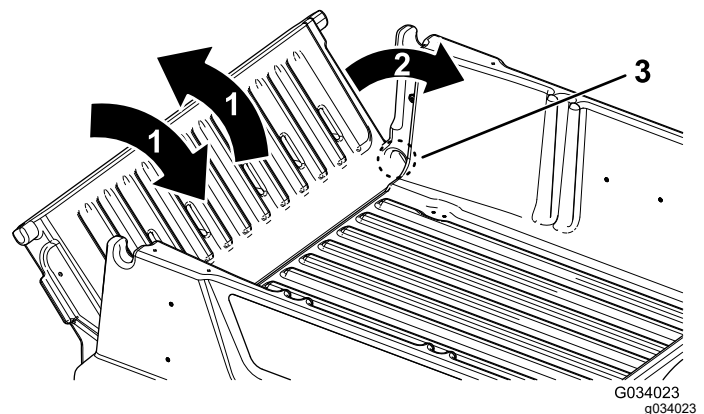

Figure 18
2. Faites pivoter le hayon à environ 45° (Figure 18).
- Faites pivoter le hayon d'avant en arrière en l'agitant légèrement quelques secondes (Figure 18).